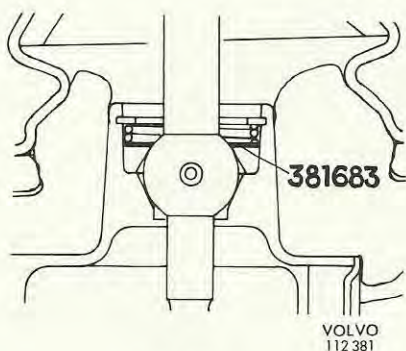
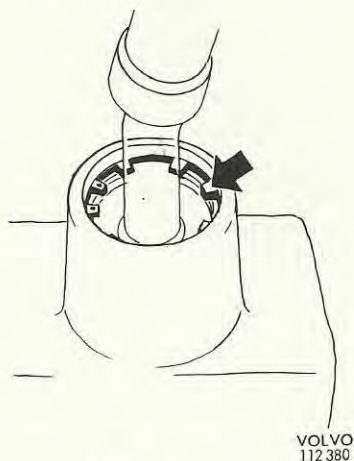

Bild 6
Bild 7
7. Vik tillbaka isoleringsmattan och montera växelspaken. Placera därvid en gummibricka 381 683-2 mellan fjädern och kulskalet, bild 6. Kontrollera att spaken inte kan komma i kontakt med låsringens tänder, i något läge, bild 7.